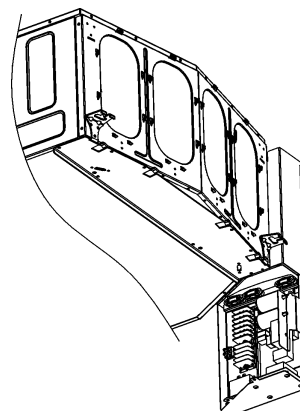

Abb. 28. Absenken des Kastens
2. Senken Sie den Kasten ab (siehe Abb. 28).